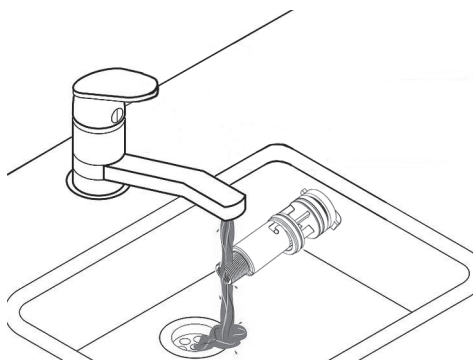
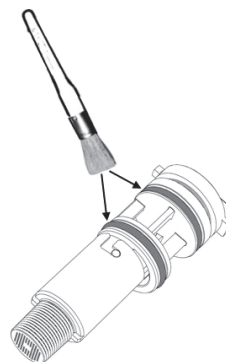

fig. 49
fig. 50
- È così possibile pulire il flussometro (vedi fig. 49 e fig. 50) oppure sostituirne i componenti.